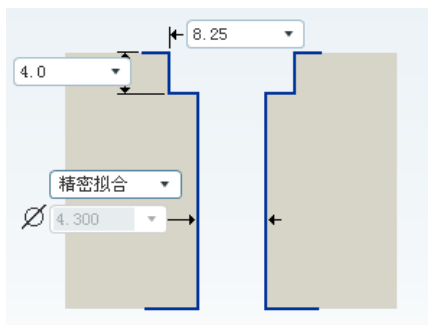

图 5.14.20 沉头螺钉过孔
- 在操控板中单击 , 再单击 , 则螺孔形式如图 5.14.20 所示。